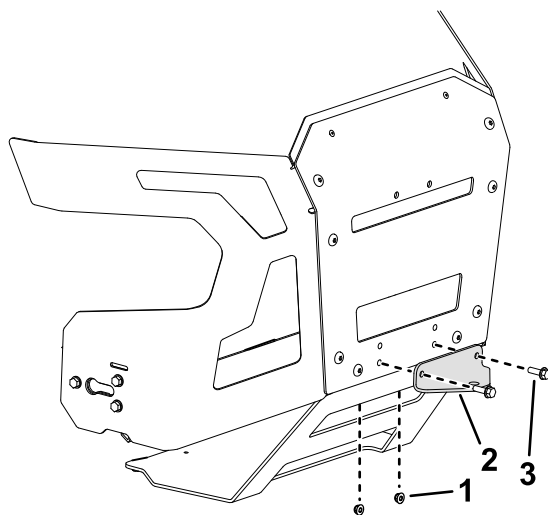

Figura 12
1. Retire os 2 parafusos existentes, as 2 porcas e o suporte do engate da parte inferior do resguardo traseiro (Figura 12).